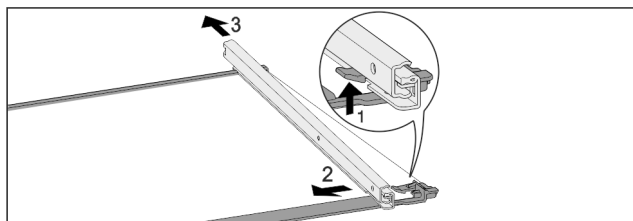

Fig. 44 Tablette en verre avec rails
- Pousser le crochet d'enclenchement avant vers le bas. Fig. 44 (1)
- Pousser le rail télescopique vers le côté Fig. 44 (2) et vers l'arrière Fig. 44 (3).